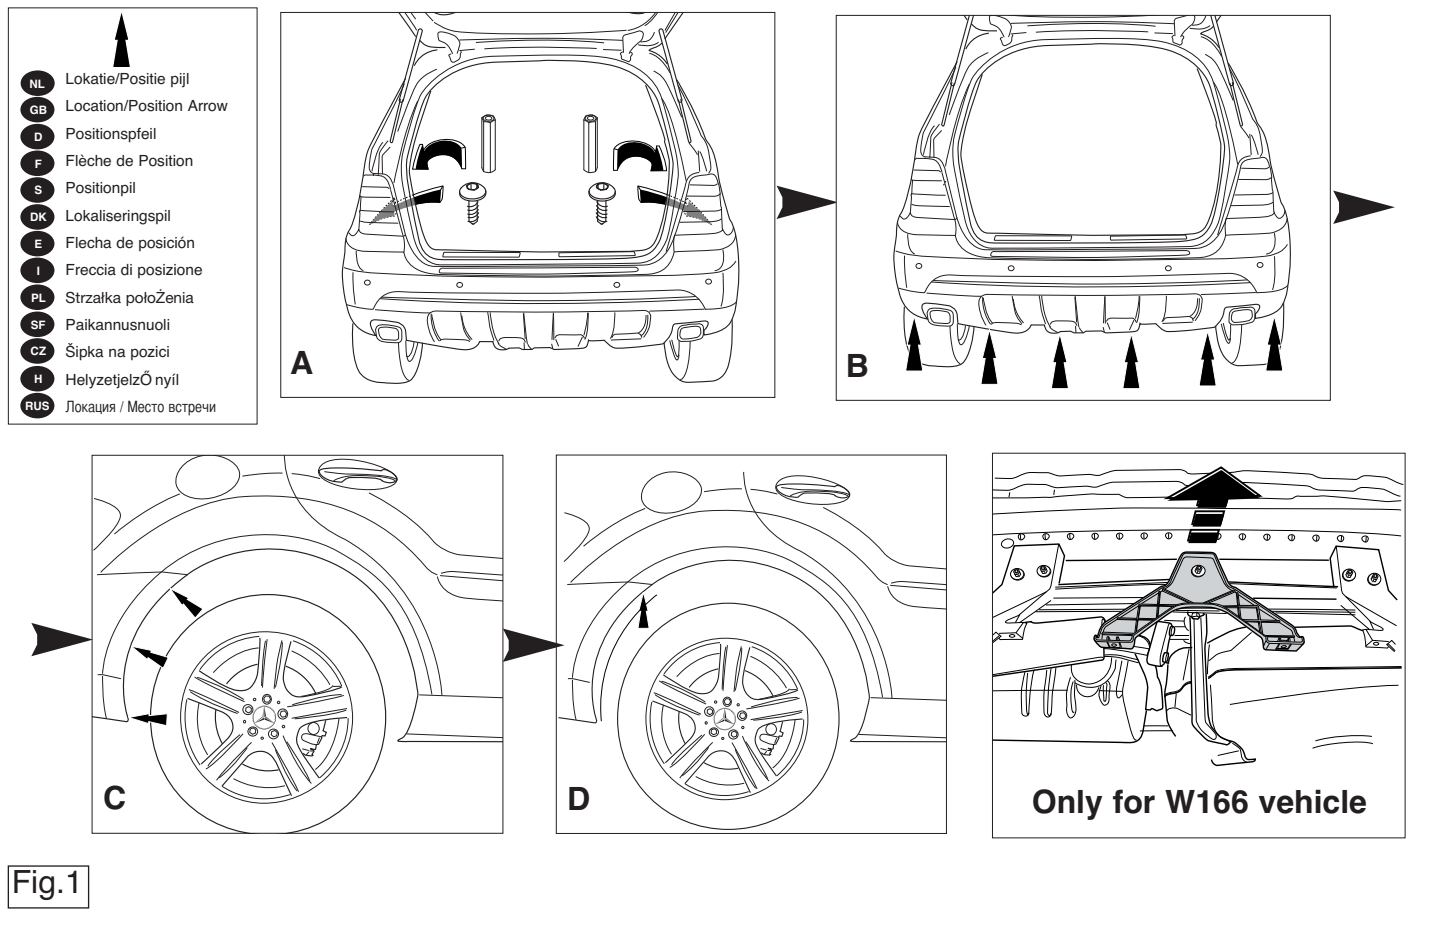

Fig.1
3. Снять бампер. См. рисунок 1.